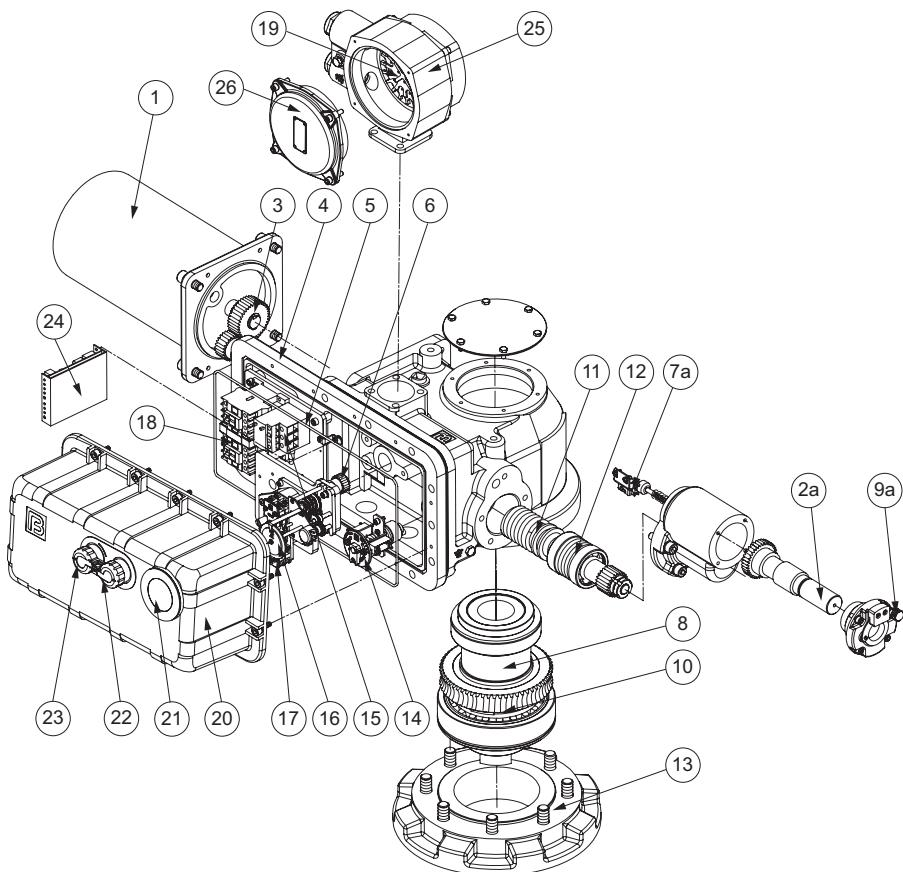

Рис. 5 Электроприводы типа ГЗ-ВВ, ГЗ-ВГ, ГЗ-ВД КСК
2.2. Электроприводы типа Г3-ВВ, Г3-ВГ, Г3-ВД КС (рис. 5)
Электроприводы типа Г3-ВВ, ВГ, ВД имеют идентичную конструкцию. Корпус (4) (рис. 5) – литой, к корпусу крепится редуктор маховика ручного дублера (21), электродвигатель (1), взрывозащищенная клеммная коробка (19, 20), монтажный фланец (12). В корпусе установлены червячный редуктор (9, 10) с тарельчатыми пружинами (11), выходной вал (7), двухсторонняя муфта ограничения крутящего момента (13), ограничитель хода выходного вала (14) и индикатор положения затвора арматуры (15).